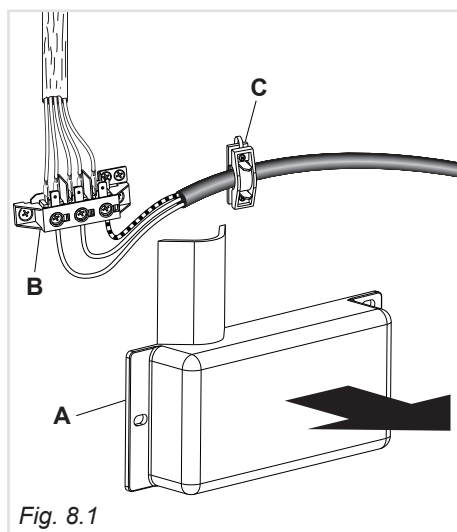

Fig. 8.1
- Svitare le viti di fissaggio della protezione “**A**” dietro la cucina (fig. 8.1).
- Infilare nel fissacavo “**C**” il cavo di alimentazione (fig. 8.1) di sezione adeguata come descritto nel capitolo “Sezione del cavo di alimentazione”.